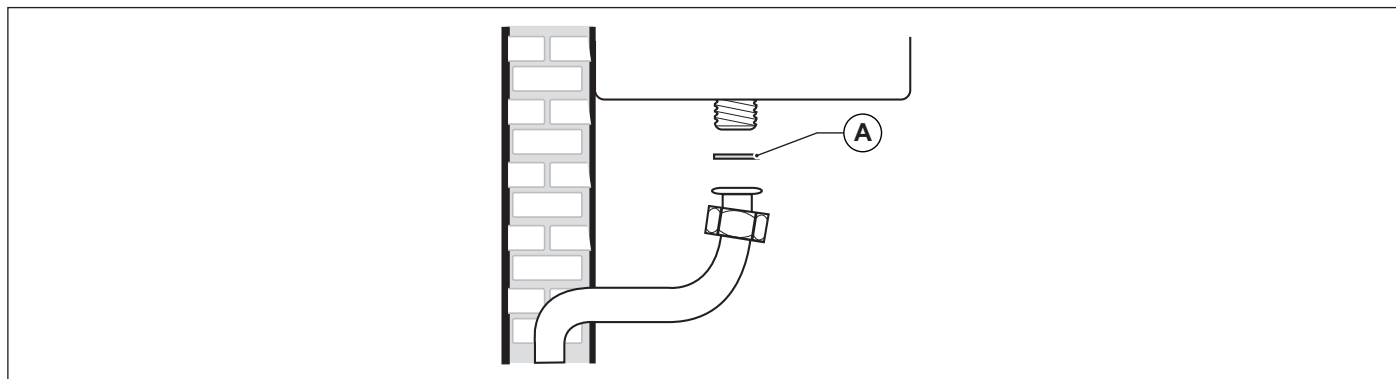

Fig. 16 Conexión a la red de gas
ES OBLIGATORIO, para conectar la toma de gas de la caldera a la tubería de alimentación colocar una junta (A) de medidas y materiales adecuados (ver Fig. 16 Conexión a la red de gas).